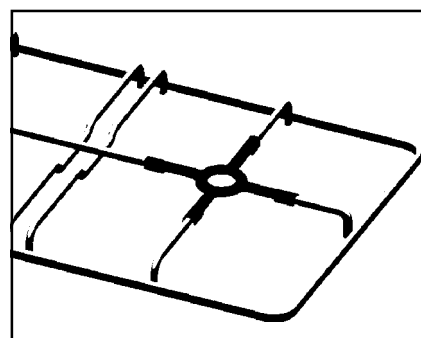

Рис. 3
**Некоторые модели снабжены специальной решеткой. Когда вы пользуетесь дополнительной горелкой (готовите в посуде диаметром от 50 мм до 80 мм), закрепляйте эту решетку на опоре для посуды, как изображено на рис. 3.**